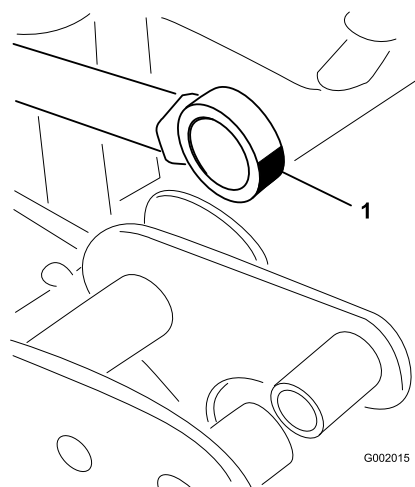

図 63
5. アクチュエータロッドのベアリング端部を動かしながらベアリング内部にグリスを注入する 図 63。